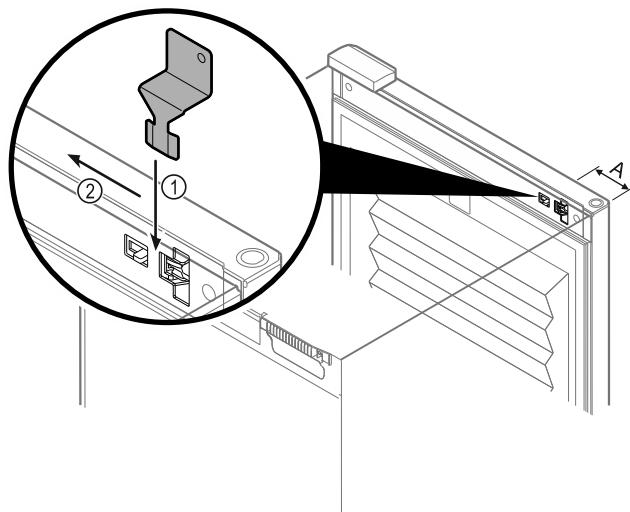

Fig. 101
- Расположите ключ для аварийной разблокировки в заданном месте Fig. 101 (A) ≈ 100 мм.
- Вставьте ключ для аварийной разблокировки Fig. 101 (1) между дверью и корпусом устройства сверху и до упора.
- Потяните ключ для аварийной разблокировки в направлении шарнира. Fig. 101 (2)